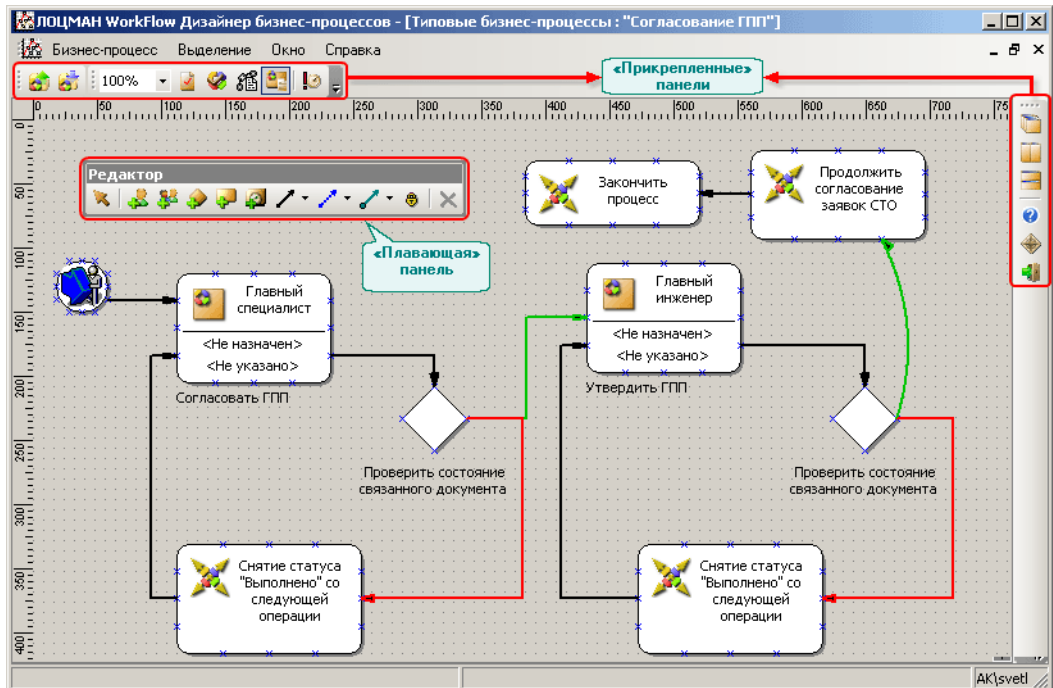

Рис. 1.1.
*ЛОЦМАН WorkFlow Дизайнер бизнес-процессов* – стандартное приложение Windows. Его главное окно (рис. 1.1) содержит атрибуты приложений Windows:
Каждую панель можно произвольным образом расположить внутри главного программного окна *Дизайнера* либо вне его рабочего пространства. Внутри главного окна панель может находиться в «плавающем» состоянии или располагаться на одной из границ основной рабочей области (см. рис. 1.1 на с. 9).